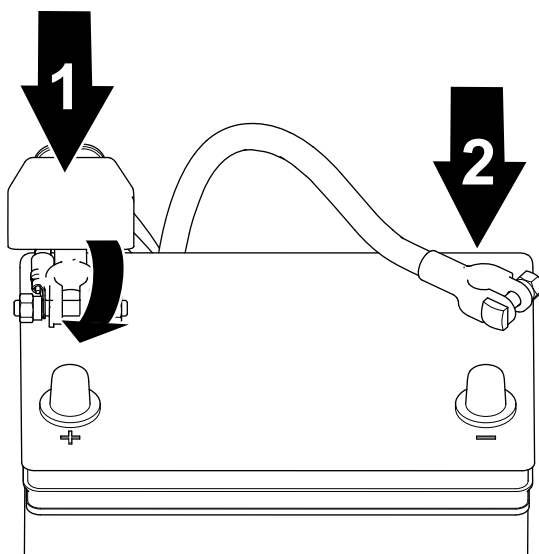

Figura 39
2. Ligue o cabo positivo à bateria e aperte a porca do grampo da bateria (Figura 39).
3. Ligue o cabo negativo à bateria e aperte a porca do grampo da bateria (Figura 39).